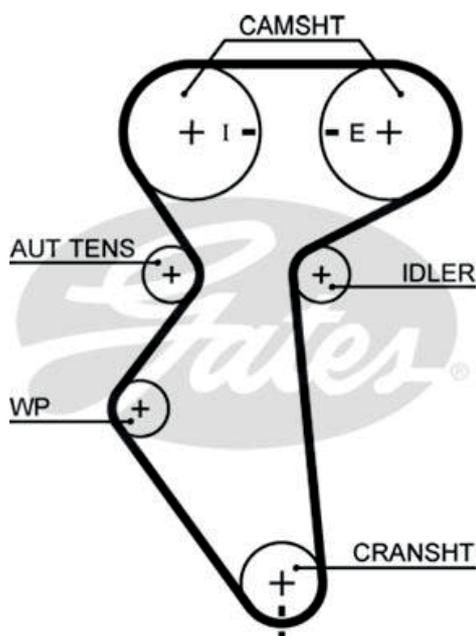

FIG. 1
Le fait de ne pas faire tourner la pompe à eau lors de l'installation de la courroie (ce qui est nécessaire pour tendre correctement la courroie) est la principale cause de défaillance de cette transmission. Bien que cette transmission soit équipée d'un galet tendeur « automatique », elle doit être installée minutieusement et demande une manipulation de la pompe à eau (WP) excentrique située juste sous le tendeur (Fig. 1).
2. Mettre le moteur au PMH : faire tourner la poulie de vilebrequin dans le sens horaire jusqu'à ce que le repère de calage sur la poulie du vilebrequin soit aligné avec l'encoche située sur le carter inférieur de distribution, et aligner le repère de calage sur les pignons d'arbre à cames (Fig. 1). Bloquer l'arbre à cames avec l'outil Multi-Lock Gates (GAT 4695).